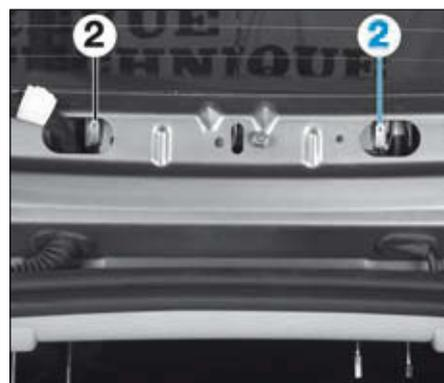

FIG.92
- Appuyer sur les agrafes (2) (Fig.92) et extraire le 3^e feu stop.